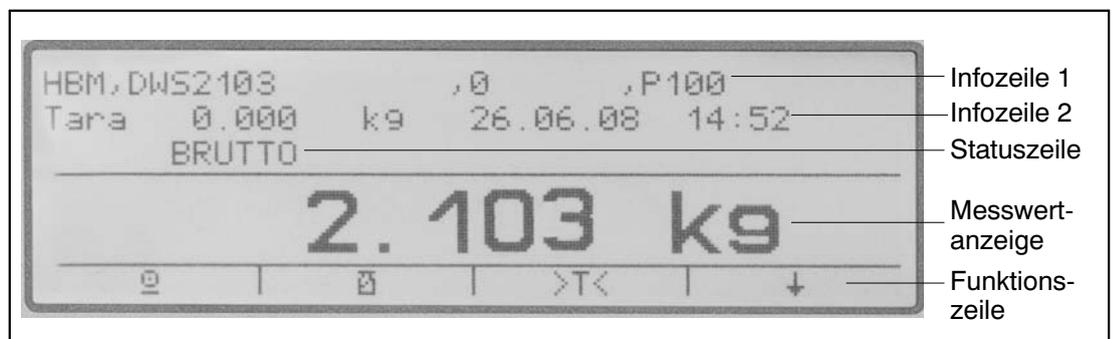

Abb. 6.2: Anzeige
- Tasten F1...F4 = Die Funktion der Tasten wird durch den Text oder die Symbolik in der Funktionszeile (Abb. 6.2) im Display angezeigt